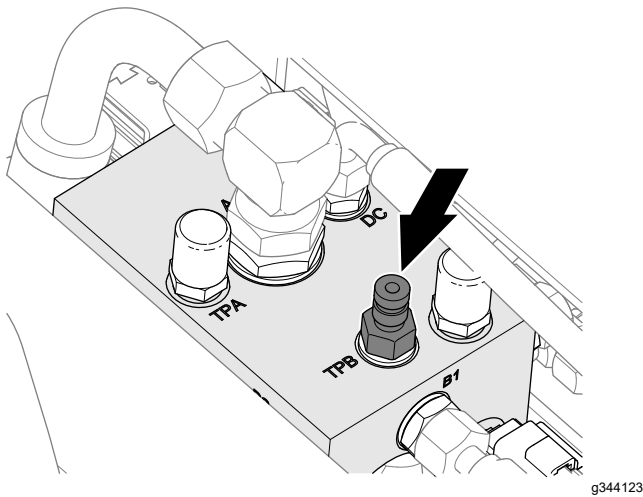

Bild 24
3. Montieren Sie das Prüfgerät am Minimes-Anschlussstück (Bild 24).